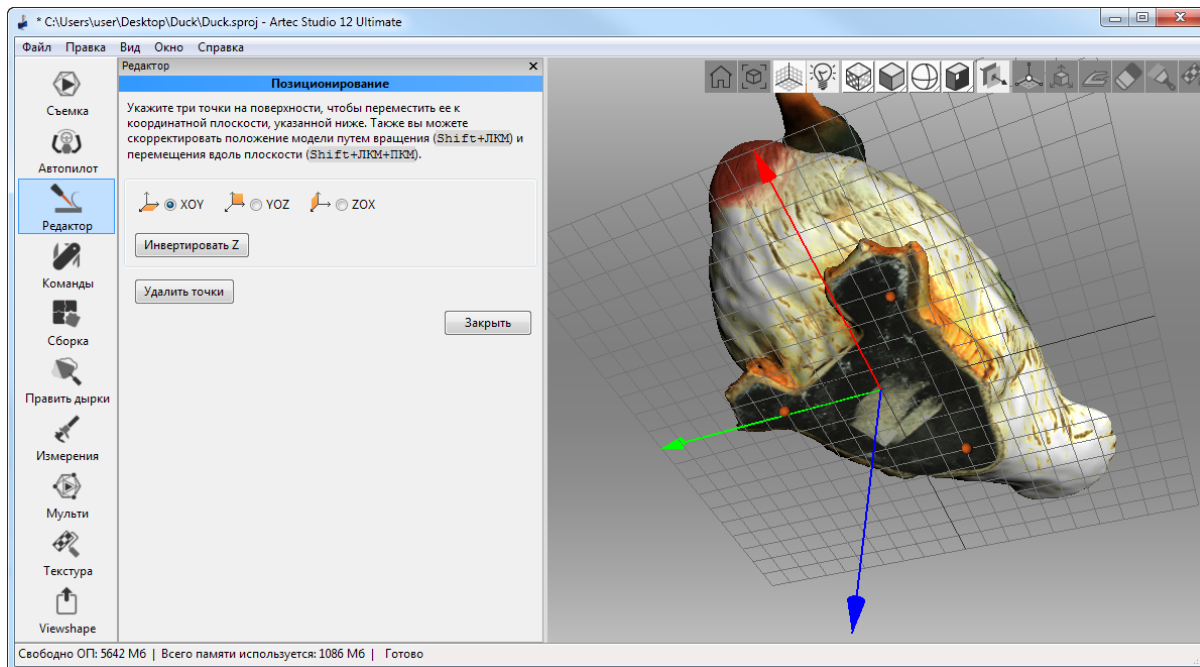

Рис. 8.52: Позиционирование модели в глобальной системе координат
3. Отметьте с помощью ЛКМ как минимум три точки на поверхности, и плоскость, проходящая через центр этого множества точек, построится автоматически (см. **Рис. 8.52**). При этом выполняются следующие условия: